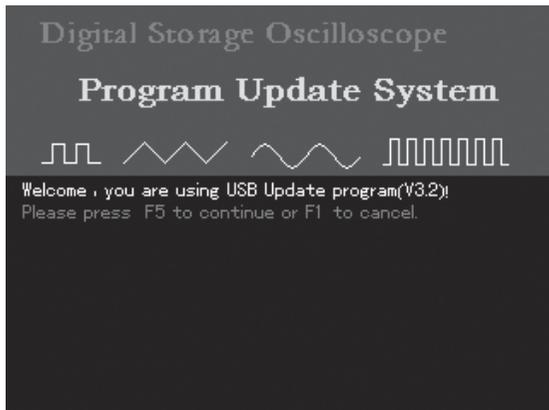
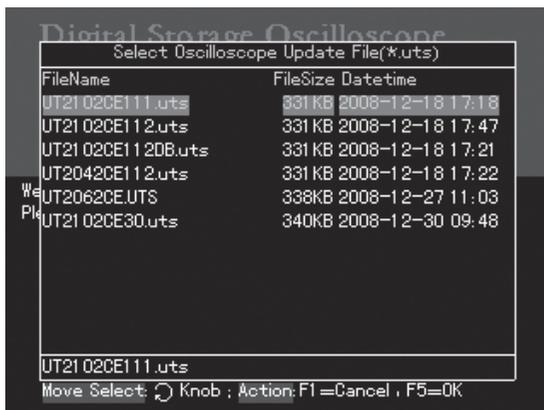

图6-1
图6-2
- 2、按 **POWER** 按键打开示波器，将进入程序升级系统欢迎界面，如图6-2所示，“欢迎使用USB程序升级系统，按 **F5**”，进行程序升级操作，按F1，退出程序升级系统”。
3、在图6-1所示中，按下[F5]键，进入程序升级操作，如果用户U盘根目录下只有一个升级程序包，直接进入第四步，否则将弹出图6-2所示升级文件选择界面，调节拨盘选择所需文件，按[F5]确认选中升级文件，按[F1]退出升级。